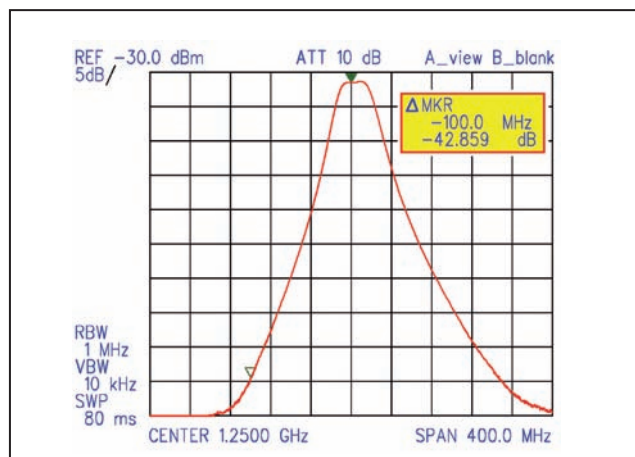
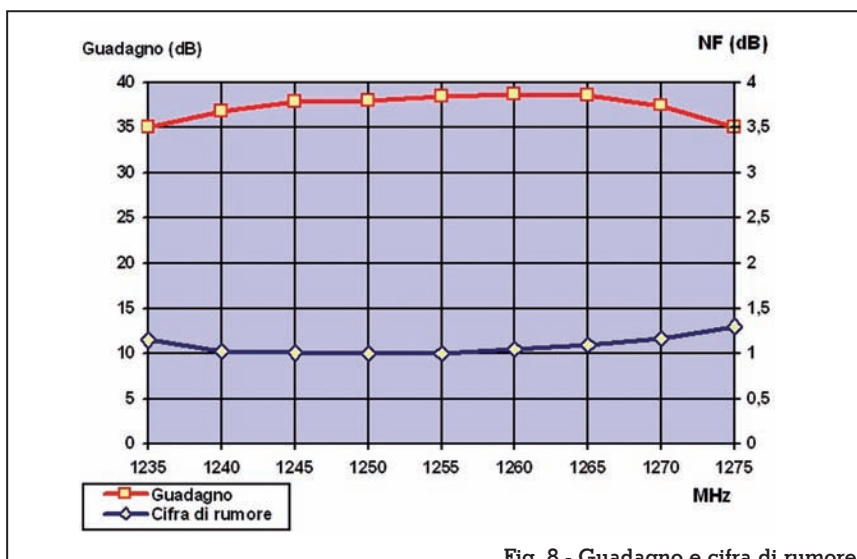

Fig. 7 - Risposta in frequenza: a 1150 MHz il guadagno scende di oltre 40 dB rispetto al valore a centro banda.
Fig. 8 - Guadagno e cifra di rumore.
La risposta in frequenza è data in Fig. 7: osserviamo che a 1150 MHz il guadagno diminuisce di oltre 40dB a confronto col valore di centro banda @1250MHz. Questa caratteristica è essenzialmente indipendente dalla frequenza di taratura per la minima cifra di rumore (NF). La cifra di rumore ed il guadagno in funzione della frequenza, misurati con HP8970A, sono riportati in Fig. 8. L'aumento di 0,1...0,2dB del valore NF agli estremi banda è solo parzialmente dovuto al primo stadio RF, essendo il circuito d'ingresso di **Q1** a banda relativamente larga. La misura del punto d'intercetta OIP3 è condotta con un segnale a due toni, analogamente a quanto illustrato in Fig. 2 per il solo circuito